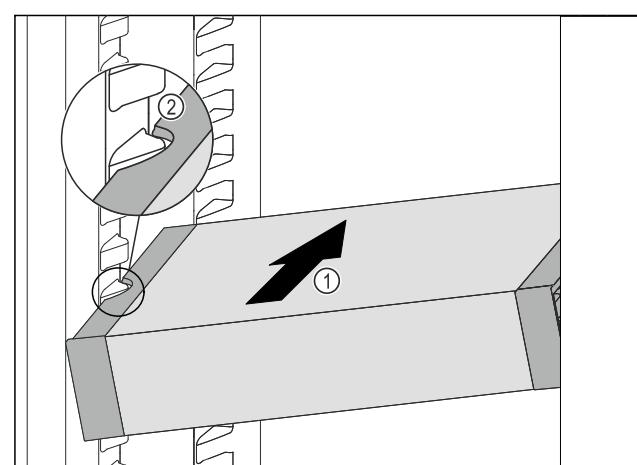

Fig. 84
- Împingeți VarioSafe oblic în frigider Fig. 84 (1), până când degajările laterale Fig. 84 (2) ale VarioSafe se află la înălțimea nervurii recipientului din frigider.